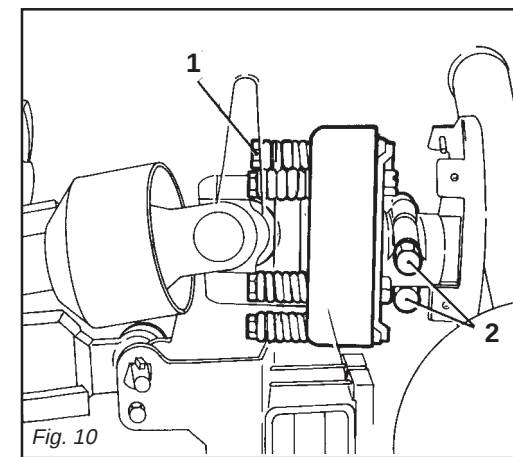

Fig. 10
La frizione è già pre-regolata per uno sforzo medio. Se slitta troppo facilmente (surriscaldandosi) è necessario avvitare uniformemente tutti i dadi (1 Fig. 10) che stringono le molle. Qualora l'albero cardanico fornito abbia il mozzo con bloccaggio a bulloni (2 Fig. 10), assicurarsi che questi siano serrati con forza.
Se la frizione non slitta, svitare uniformemente tutti i dadi (1 Fig. 10) che fissano le molle. Svitare un giro alla volta e verificare la frizione dopo circa 300 metri di lavoro. Se necessario ripetere l'operazione, sempre svitando un giro alla volta. Se la frizione mantiene durante il lavoro una temperatura di circa 40-50 gradi circa significa che è regolata in modo corretto. **Non serrare mai a fondo i dadi, poiché in tal modo si elimina la funzione delle molle e dunque della frizione a danno degli organi di trasmissione.**
The clutch is already pre-adjusted for average stress. If it slips too easily (and overheats), it will be necessary to evenly tighten all the nuts (1 Fig. 10) that retain the springs. If the supplied cardan shaft has a bolt-locked hub (2 Fig. 10), check that these bolts are fully tightened.
*If the clutch does not slip, evenly unscrew all the spring fixing nuts (1 Fig. 10). Unscrew one turn at a time and check the clutch after having worked about 300 meters. Repeat the operation if necessary, remembering to unscrew one turn at a time. If the clutch maintains a temperature of about 40-50 degrees during work, this means that it has been correctly regulated. **Never fully torque the nuts since this would void the function of the springs and, subsequently, of the clutch, thus damaging the transmission components.***
Die Gelenkwelle kann mit einer Sicherheitskupplung ausgerüstet werden, um die Getriebeteile des Gerätes vor Überlastungen und/oder Beanspruchungen zu schützen. Die Gelenkwelle darf keine Neigung über 10 Grad aufweisen (Abb. 3). Die Kupplung ist auf eine mittlere Beanspruchung voreingestellt. Wenn die Kupplung zu schnell schlupft (Überhitzung), muß man alle Muttern (1 Abb. 10), die die Federn spannen, noch weiter anziehen. Sollte die mit dem Gerät gelieferte Gelenkwelle eine mit Schraubbolzen blockierte Nabe (2 Abb. 10) haben, sicherstellen, daß diese angezogen sind.
Wenn die Kupplung nicht schlupft, alle Muttern (1 Abb. 10), die die Federn spannen, gleich-mäßig lockern. Alle Muttern um eine Umdrehung losschrauben und die Kupplung nach 300 Metern Fahrstrecke prüfen. Den Vorgang falls erforderlich wiederholen, jeweils eine Umdrehung pro Versuch. Wenn die Kupplung während der Arbeit eine Temperatur von circa 40-50°C beibehält, ist sie richtig eingestellt. **Die Muttern nie ganz festziehen, weil dabei die Wirkung der Federn und damit der Kupplung aufgehoben würde, was sich schädlich auf die Getriebeteile auswirken würde.**
L'arbre à cardans peut être équipé d'embrayage de sécurité pour protéger les organes de transmission de la machine en cas d'efforts ou de surcharges excessives. L'inclinaison du cardan de doit pas dépasser 10 degrés (Fig. 3). L'embrayage est déjà réglé pour un effort moyen. Lorsqu'il patine facilement (en se surchauffant) il faut visser de manière uniforme tous les écrous (1 Fig. 10) de serrage des ressorts. Si le moyeu de l'arbre à cardans dispose d'un blocage par boulons (2 Fig. 10), assurez-vous que ces derniers sont bien serrés.
*Si l'embrayage ne patine pas, dévissez de manière uniforme tous les écrous (1 Fig. 10) de fixation des ressorts. Dévissez d'un tour à la fois et vérifiez l'embrayage après environ 300 mètres de travail. Si nécessaire, répétez l'opération en dévissant toujours d'un tour à la fois. Quand l'embrayage maintient une température d'environ 40-50 degrés pendant le travail, cela signifie qu'il est réglé correctement. **Ne serrez jamais à fond les écrous car cela annule la fonction des ressorts et donc de l'embrayage au détriment des organes de transmission.***
El embrague está ya pre-regulado para un esfuerzo medio. Si patina muy fácilmente (recalentándose) es necesario ajustar uniformemente todas las tuercas (1 Fig. 10) que apretan en el resorte. Si el árbol cardánico tiene el cubo con bloqueo de bulones (2 Fig. 10), controlar que estos últimos estén bien ajustados.
Si el embrague no patina, aflojar uniformemente todas las tuercas (1 Fig. 10) que fijan el resorte. Aflojar una vuelta a la vez y controlar el embrague luego de 300 metros de trabajo. Si es necesario repetir la operación siempre aflojando un giro a la vez. Si el embrague mantiene durante el trabajo una temperatura de 40-50 grados significa que está regulado en modo correcto. **No ajustar jamás a fondo las tuercas, ya que así se inutiliza el resorte y la fricción dañando los órganos de transmisión.**